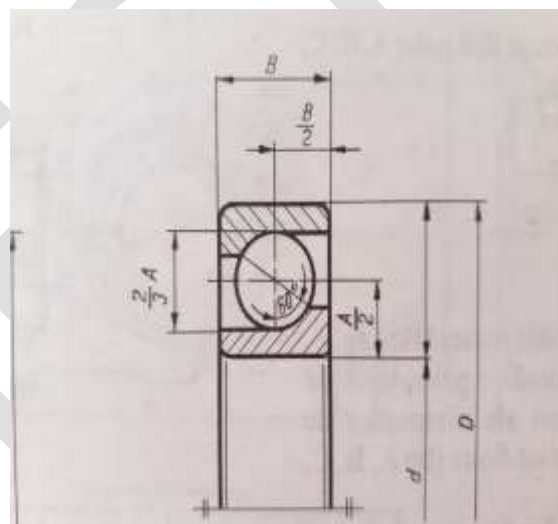

Fig. 4
- rulment radial - axial cu bile pe un singur rând (fig.4);